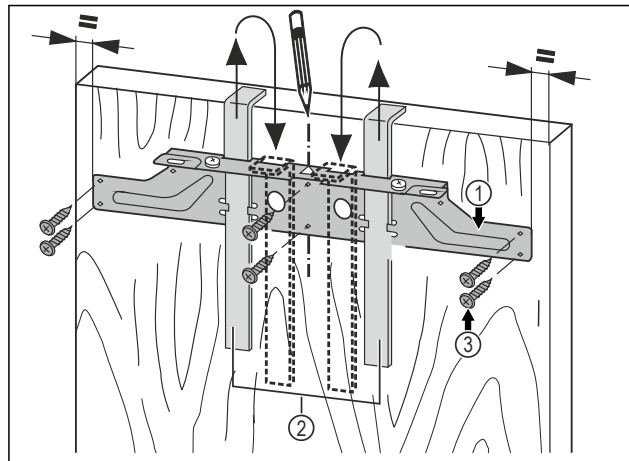

Fig. 44
- Varni traversën e mbërthimit Fig. 44 (1) me ndihmëse e montimit Fig. 44 (2) mbi anën e brendshme të derës së mobilies.
- Niveloni traversën e mbërthimit Fig. 44 (1) në mes të derës.
- Mbërtheni traversën e mbërthimit Fig. 44 (1) me të paktën 6 vida Fig. 44 (3).
- Mbërtheni traversën e mbërthimit Fig. 44 (1) me 4 vida Fig. 44 (3) në anë.
- Nxirrni jashtë ndihmëset e montimit Fig. 44 (2) nga lart dhe futini të rrotulluara në vrimat e futjes që gjenden anash.